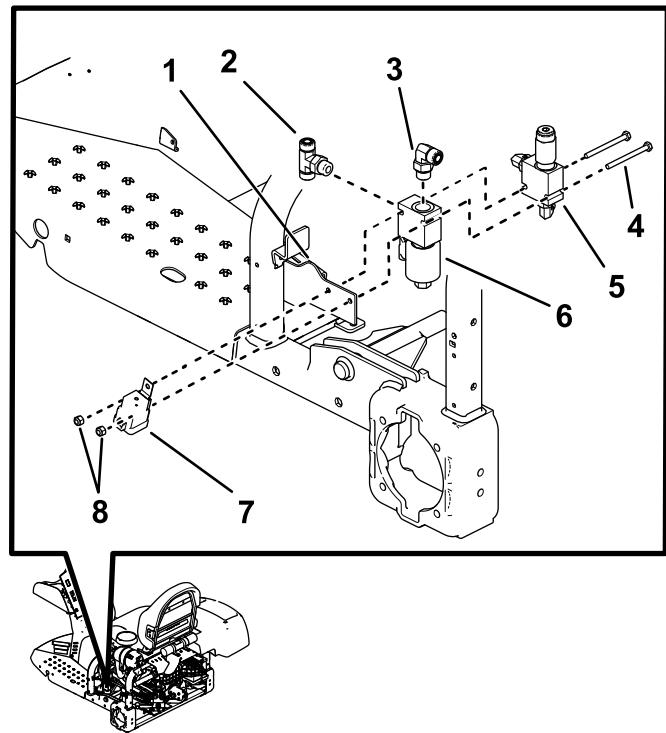

Figura 12
1. Instale los acoplamientos con los ángulos indicados en las figuras. Instale el acoplamiento en T en el lateral de la nueva válvula; consulte la Figura 12.
2. Instale un codo pequeño de 90° en la parte superior de la nueva válvula (Figura 12).
3. Retire la válvula existente del soporte de la válvula (Figura 12).
5. Instale las válvulas en el soporte de las válvulas con 2 pernos (1/4" x 3") y 2 tuercas (1/4"); consulte la Figura 12.